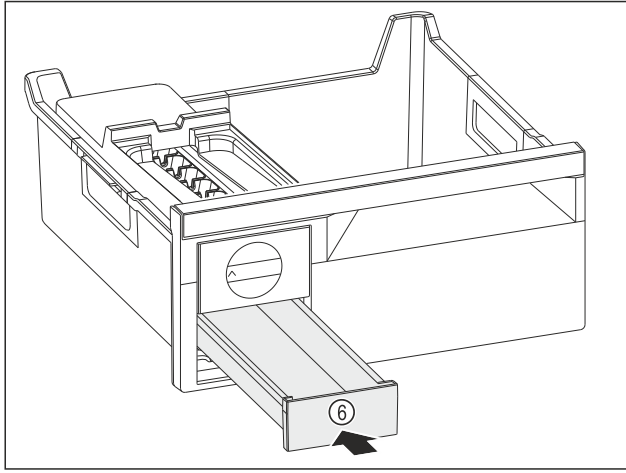

Fig. 83
- Buz küpü çekmecesini Fig. 83 (6) içeri itin.